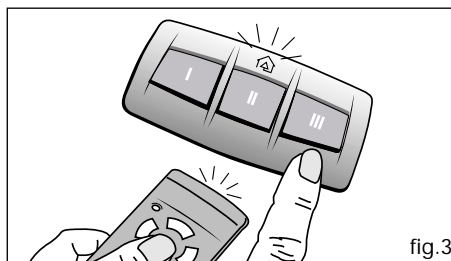

fig.3
- 3) Mantendo o botão premido, active (prima) o comando à distância e mantenha-o premido (fig. 3).